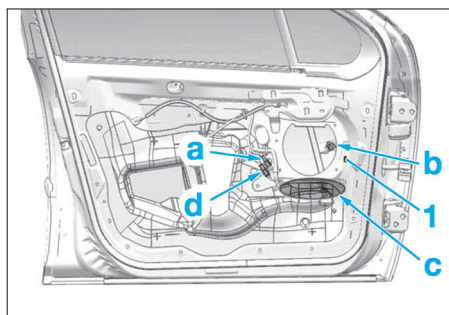

FIG. 79
- Débrancher les connecteurs électriques (b), (d) et (a) (Fig.79).